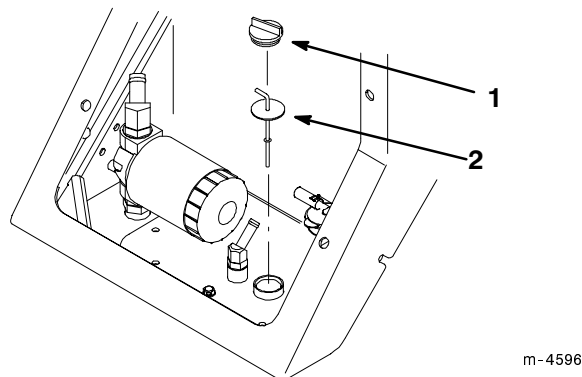

Figure 10
5. Nettoyer les abords du goulot de remplissage du réservoir hydraulique (Fig. 10).
6. Retirer le bouchon du goulot de remplissage, et contrôler le niveau d'huile indiqué par la jauge (Fig. 10).